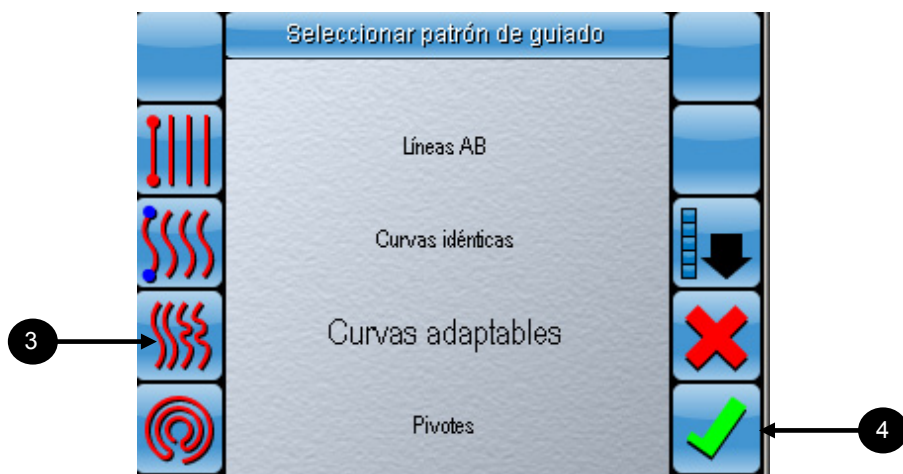

Figura 9-10. Seleccione el patrón de guiado de curvas adaptables
3. Seleccione  (figura 9-10) para seleccionar el patrón de guiado de curvas adaptables.
4. Seleccione  (figura 9-10) para confirmar la selección.